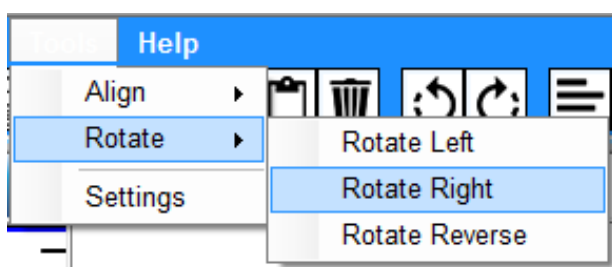

Рис. 4.14. Функции подменю «Rotate» («Поворот»)
**Функция «Rotate» («Поворот»):** Выбранные элементы можно повернуть по часовой стрелке («Rotate Right») или против часовой стрелки («Rotate Left»). Также их можно повернуть на 180° («Rotate Reverse»). (См. Рис. 4.14).